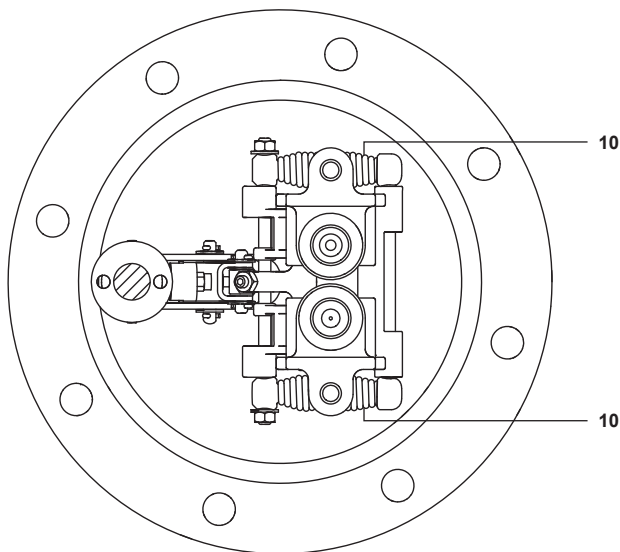

Fig. 13
3. Verificar visualmente as molas (ref. 10, fig. 13). Se estiver defeituoso, remover as porcas e anilhas e retirar os conjuntos de molas dos veios. Substituir por novos conjuntos de molas (ver Etapa 5e - ajuste da mola) e instalar novas porcas e anilhas, utilizando a cola Loctite 620 nas roscas do veio.